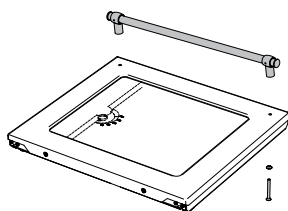

Bild 38
- Backrohtür nach Anleitung aushängen und auf eine saubere Unterlage legen, die Griffbefestigungen lösen (2x) und den Backrohrgriff abnehmen (Bild 38).